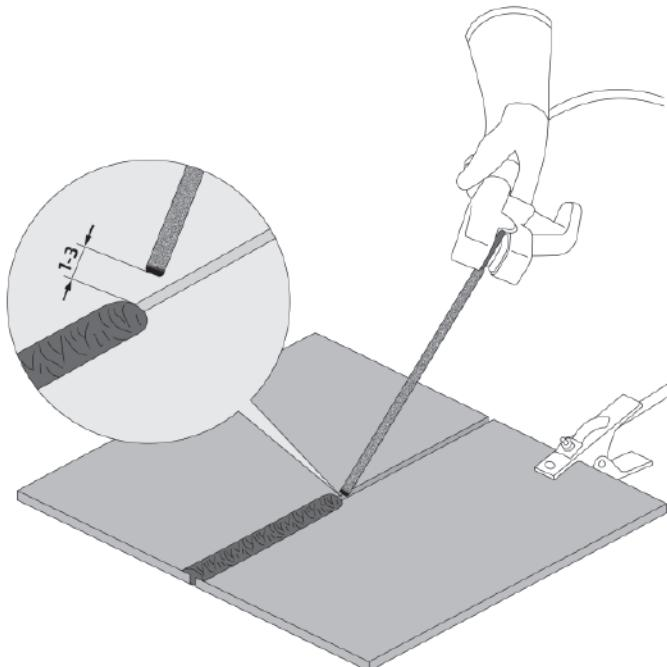

Рис. 8.1.1. Перед началом работы.
**5.** Начинайте сварочный процесс (см. рис. 8.1.1).
Перед началом работы не забудьте проверить следующее (см. рис. 8.1.1):